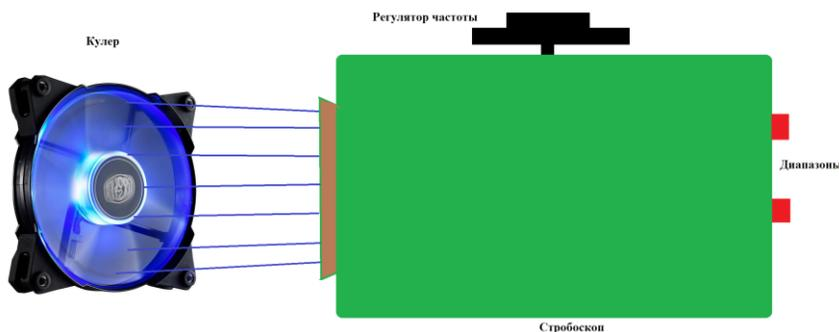

Рис. 2.
2. **Опыт.** Соберем установку, изображенную на рис. 2. Она состоит из кулера (вентилятора от компьютера) и стробоскопа.